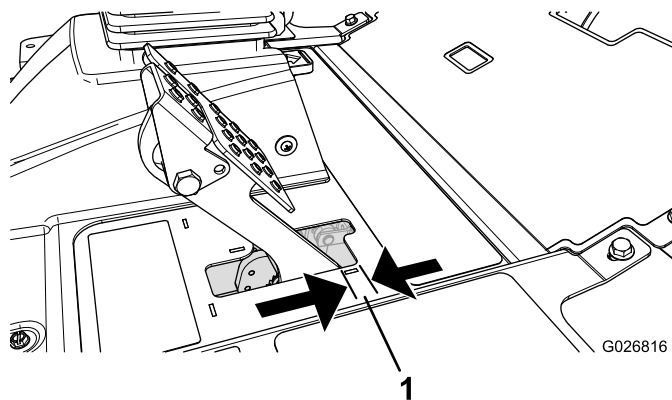

Bild 53
Stellen Sie die Bremsen ein, wenn das Bremspedal mehr als 2,5 cm Spiel hat, oder wenn die Bremsen nicht mehr gut genug greifen (Bild 53). Als Spiel gilt die Entfernung, die das Bremspedal zurücklegt, bevor ein Bremswiderstand spürbar ist.
- Ziehen Sie die hintere Mutter an, um den Zug nach hinten zu bewegen, bis die Bremspedale ein Spiel zwischen 6,3 mm bis 12,7 mm aufweisen, bevor die Radsperre auftritt (Bild 53).